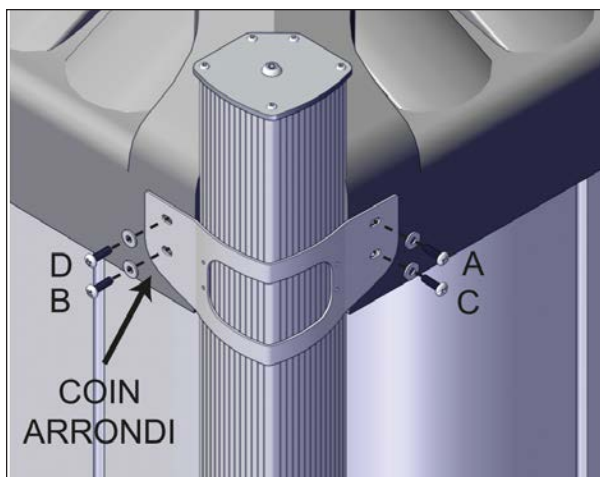
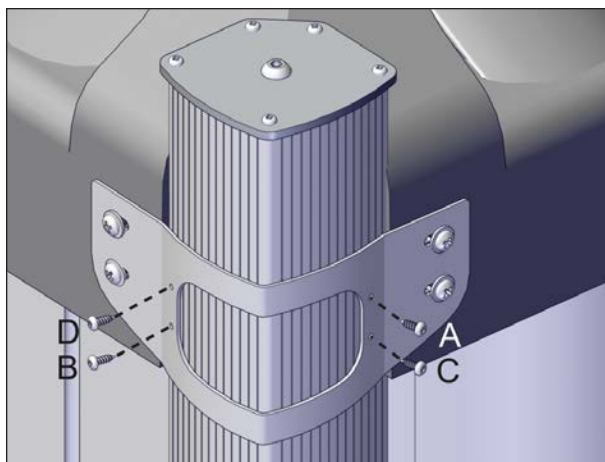

FIGURE 43: SÉQUENCE D'INSTALLATION DES SUPPORTS DE COIN EXTÉRIEUR
FIGURE 44: SÉQUENCE POUR LA FIXATION DU SUPPORT AU MANCHON
4. Installer un support de coin extérieur comme montré dans la Figure 43. Fixer le support au couvercle avec 4 vis à tête cruciforme M6 x 20 mm et 4 rondelles plates en métal peint.
Suivre la séquence de la Figure 43 pour la séquence d'installation de vis sur le profilé en C.
5. Installer les vis auto-taraudeuses n° 8 x 1/2 po (4) pour fixer les supports aux colonnes en suivant la séquence A à D tel que montrée à la Figure 44.
6. Répéter les étapes précédentes pour les autres supports. Suivre le même ordre d'assemblage que celui illustré aux Figure 43 et Figure 44.